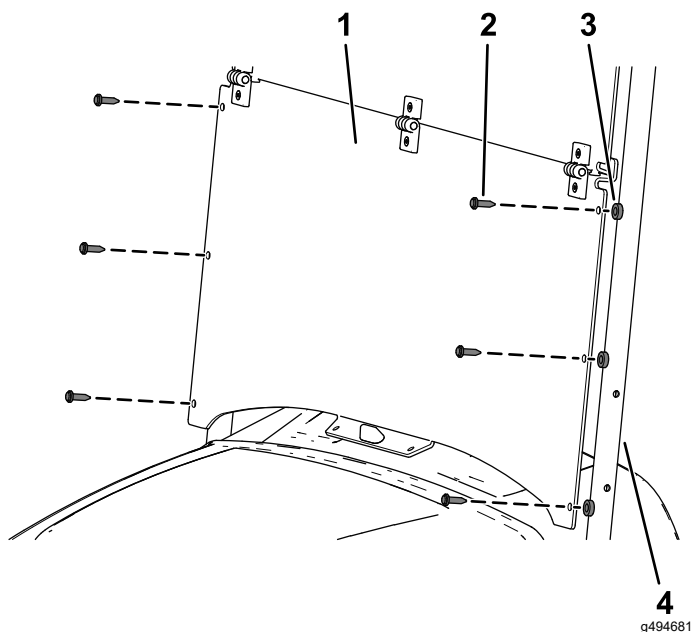

Рисунок 8
- Совместите отверстия в нижней части ветрового стекла с отверстиями в опорных трубах навеса (Рисунок 8).
- Прикрепите боковые части ветрового стекла к опорным трубам навеса при помощи 6 пластмассовых проставок и 6 длинных пластмассовых заклепок (Рисунок 8).